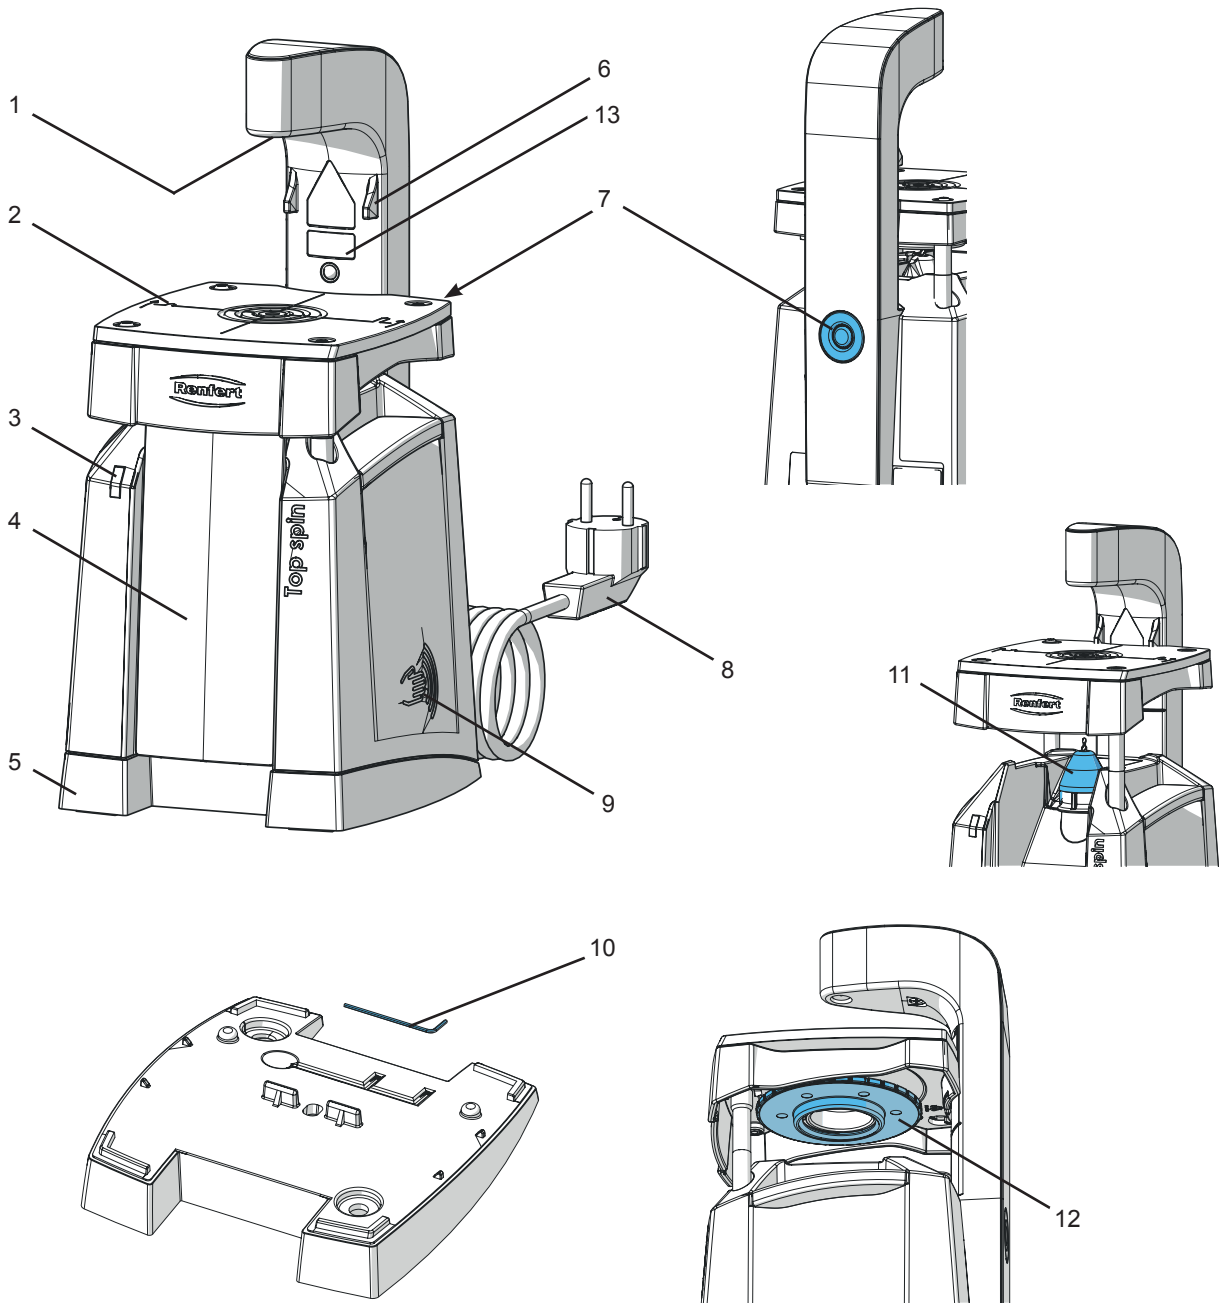

Fig. 1
Siehe Fig. 1 (auf Umschlagseite)
⇒ Lösen Sie den Warnhinweis Laser in Ihrer Landessprache vom Aufklebersatz und überkleben Sie den vorhandenen Warnhinweis (13, Fig. 1).
⇒ Netzkabel (8, Fig. 1) entrollen und Netzstecker in Steckdose einstecken.
Das Gerät wird durch Berühren der Sensorfläche (9, Fig. 1) ein- und ausgeschaltet.
- Der Bohrmotor startet, wenn der Bohrtisch (2, Fig. 1) nach unten gedrückt wird.
Die Bohrtiefe kann an dem verstellbaren Tiefenanschlag (12, Fig. 1) unterhalb des Bohrtisches eingestellt werden, ggf. Probebohrungen durchführen.